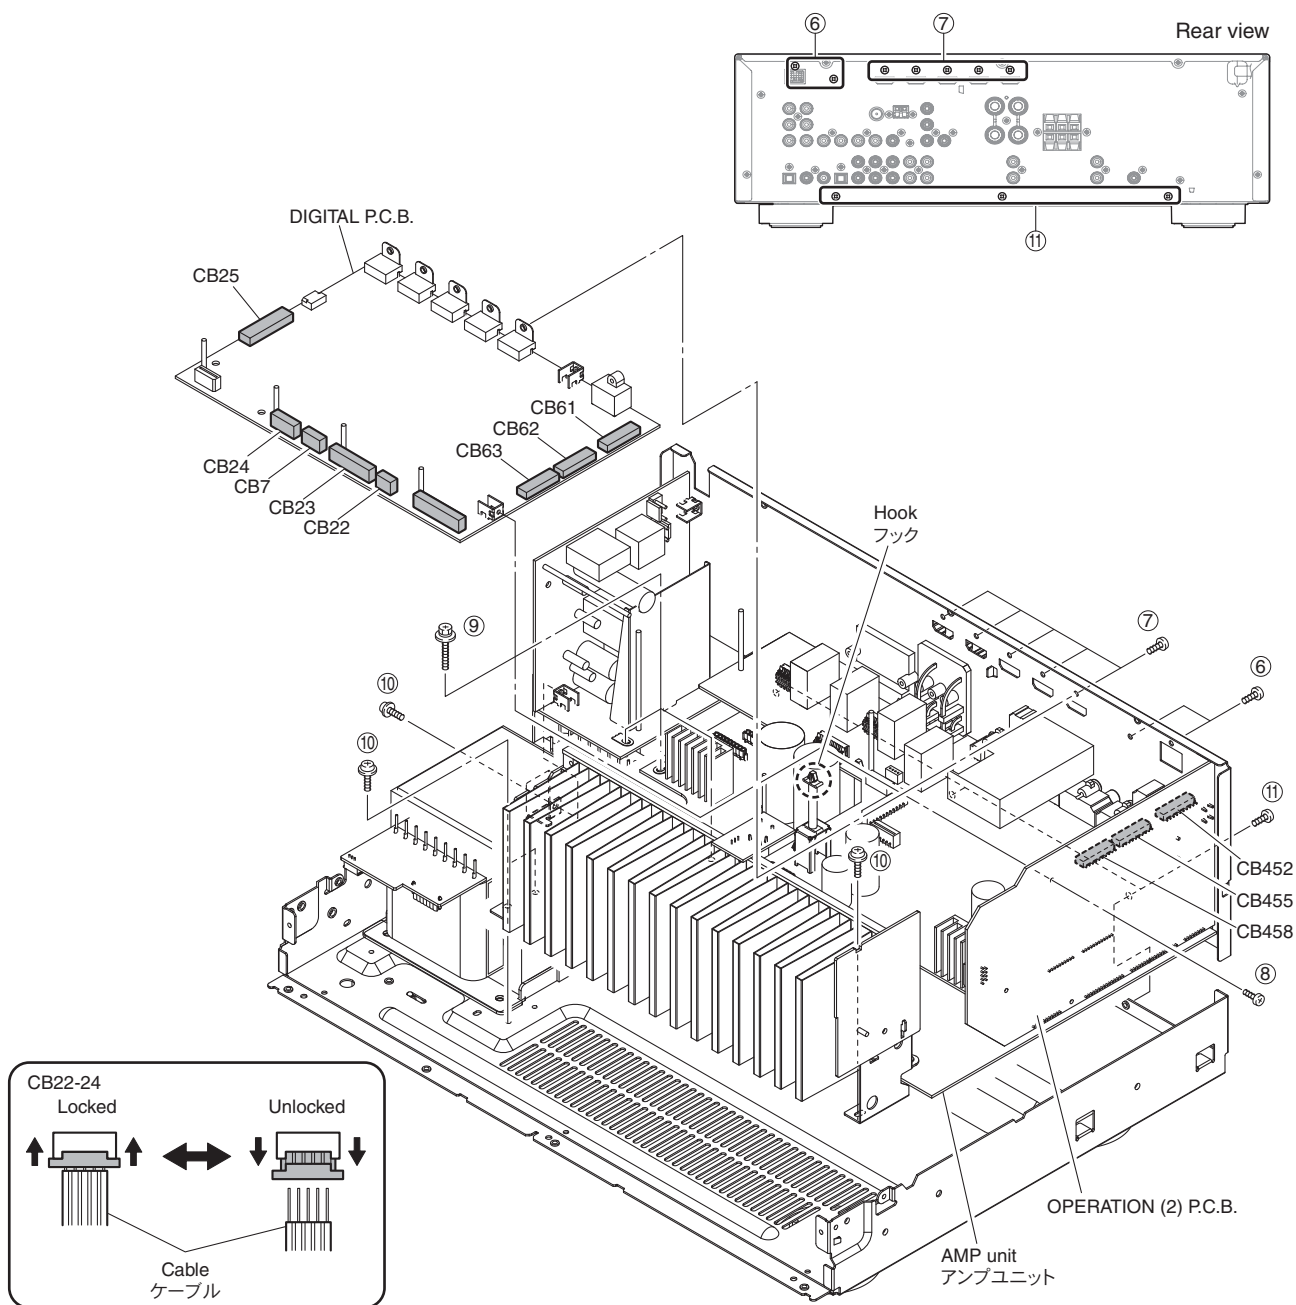

Fig. 2
- Remove 2 screws (⑥) and 5 screws (⑦). (Fig. 2)
- Remove screw (⑧). (Fig. 2)
- Remove CB7 and CB25. (Fig. 2)
- Unlock and remove CB22~24. (Fig. 2)
- Release hook. (Fig. 2)
- Remove the DIGITAL P.C.B. which is connected directly to the OPERATION (2) P.C.B. with board-to-board connectors. (Fig. 2)
- Remove 3 screws (⑨) and 4 screws (⑩). (Fig. 2)
- Remove 3 screws (⑪). (Fig. 2)
- Remove the amp unit. (Fig. 2)
- ⑥のネジ2本、⑦のネジ5本を外します。(Fig. 2)
- ⑧のネジ1本を外します。(Fig. 2)
- CB7、CB25を外します。(Fig. 2)
- ロックを外し、CB22～24を外します。(Fig. 2)
- フック1箇所を外します。(Fig. 2)
- DIGITAL P.C.B.を取り外します。ただし、DIGITAL P.C.B.はOPERATION (2) P.C.B.に基板対基板コネクタで直接接続されています。(Fig. 2)
- ⑨のネジ3本、⑩のネジ4本を外します。(Fig. 2)
- ⑪のネジ3本を外します。(Fig. 2)
- アンプユニットを取り外します。(Fig. 2)